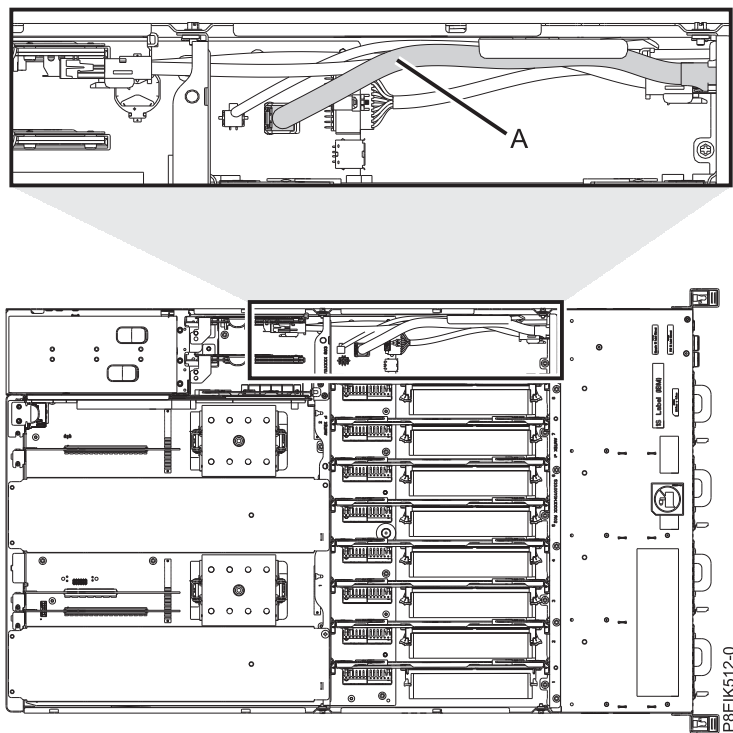

Figura 54. Ubicación del cable de señal del disco y del ventilador y los conectores
2. Localice el cable de señal del disco y del ventilador **(A)**. Conecta la placa posterior del sistema a la tarjeta de la unidad de disco y del ventilador en el interior del sistema. Consulte la Figura 54 en la página 46